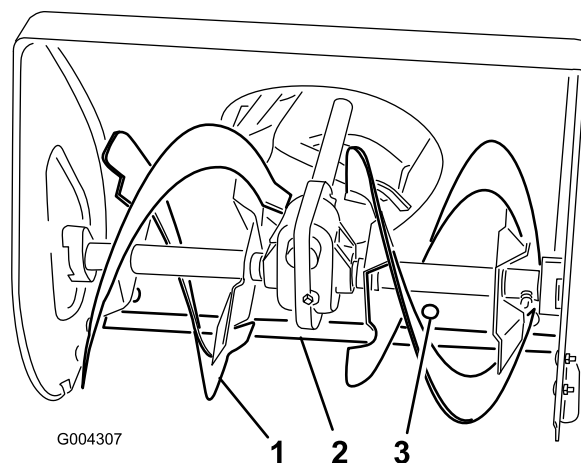

Figure 28
1. Côté du carter de vis sans fin (2)
2. Écrous à embase (4)
3. Patin (2)
4. Placez un support sous les lames de la vis sans fin pour qu'elles se trouvent à 3 mm au-dessus du sol (Figure 28).
6. Pour corriger la position de la lame racleuse, desserrez les 5 vis de fixation (Figure 28), mettez la lame de niveau à la hauteur voulue et resserrez les vis.